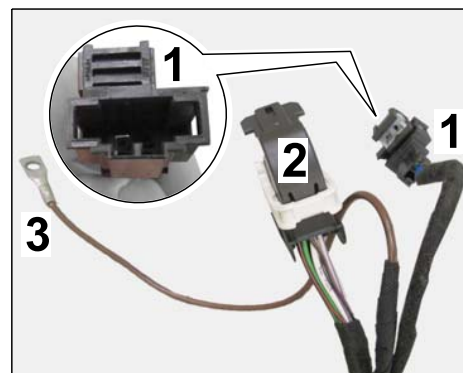

Рис. 15
- 2.7.1 Образовать штекерное соединение (2-контактное $\Rightarrow$ Рис. 15) автокомплекта для усилителя тормозов в области багажного отсека слева.